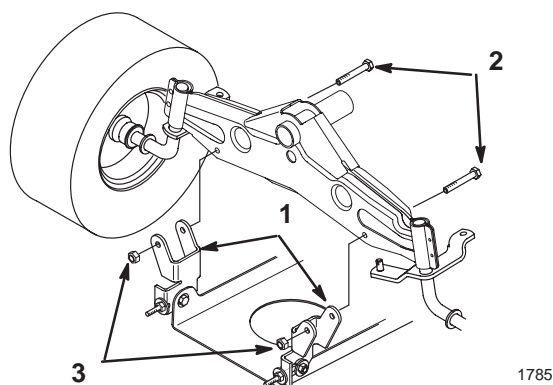

Bild 6
4. Montieren Sie die Mähwerk-Schwenkhalterungen mit Schrauben und Sicherungsmuttern an der Vorderachse (Bild 6).